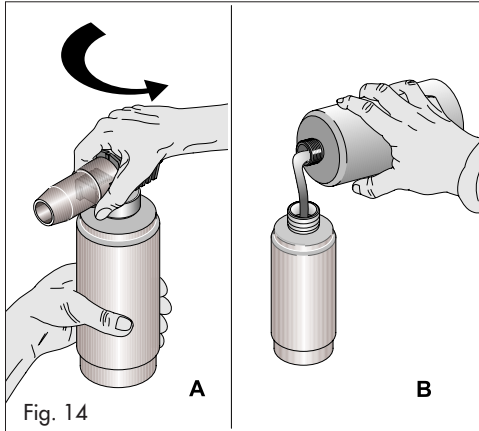

Fig. 14
2. Remove bottle and check tube. (Fig. 14) See page 15.
2. Extraer la botella y controlar la manguera (Fig. 14). Véase pág. 15.